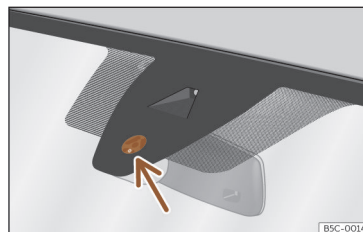

Fig. 105 Superfície sensível do sensor de chuva.
As possíveis causas de anomalias e interpretações errôneas na zona da superfície sensível >>> Fig. 105 do sensor de chuva são, entre outras:
• **Sujidade:** o pó seco, a cera, o revestimento dos vidros (efeito lótus) ou os restos de detergente (lavagem automática) podem diminuir a eficácia do sensor de chuva ou fazer com que reaja mais tarde, mais lentamente ou que não funcione. Limpe regularmente a superfície sensível do sensor de chuva >>> Fig. 105 (seta) e verifique possíveis danos nas escovas.